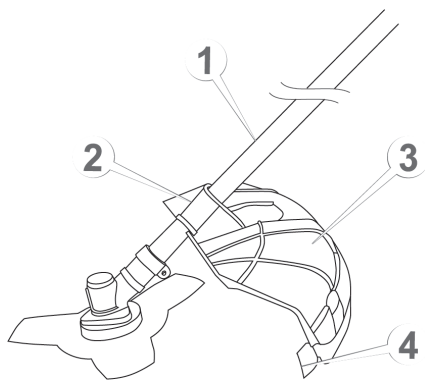

Рисунок 7. Схема встановлення захисного кожуха.
- встановити ніж (4, рис. 7) для обрізання жилки на захисний кожух (3, рис. 7) і надійно закрутити за допомогою фіксуючих кріплень;
- встановити захисний кожух (3, рис. 7) на «штангу» за допомогою комплексу кріплень так, щоб позиціонуючий отвір скоби (2, рис. 7) поєднався із відповідним отвором «штанги» (1, рис. 7), та зафіксувати гвинтами з комплекту. Переконайтеся в надійності кріплення захисного кожуха – прокручування не допускаються.
Жилка під час роботи зношується. Щоб замінити робочі кінці жилки — подати мотокоосу до землі так, щоб різальний низ головки злегка короткочасно торкнувся корпусом поверхні землі, що призведе до виходу нової частини жилки, а зайва буде автоматично відрізана різальним ножом (4, рис. 7).